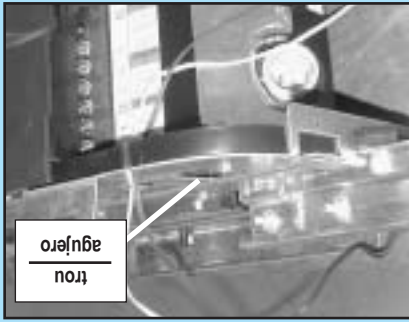

FIG. 1-12 Passer le fil vers la tête motorisée. / Lever los cables a la caja de control.
- Llevar los cables atrás a la caja de control a través del agujero en el tope de la caja de control (Fig. 1-12).